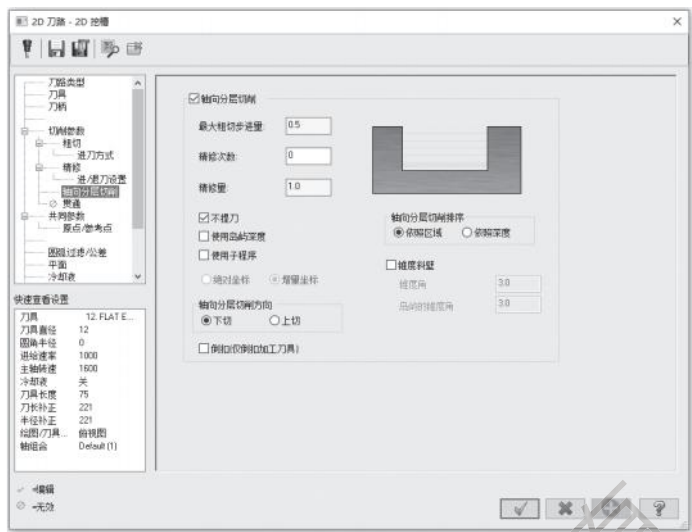

图 3-44 设置深度切削参数
6) 打开【轴向分层切削】选项卡, 勾选【轴向分层切削】选项, 相关参数设置如图 3-44 所示。